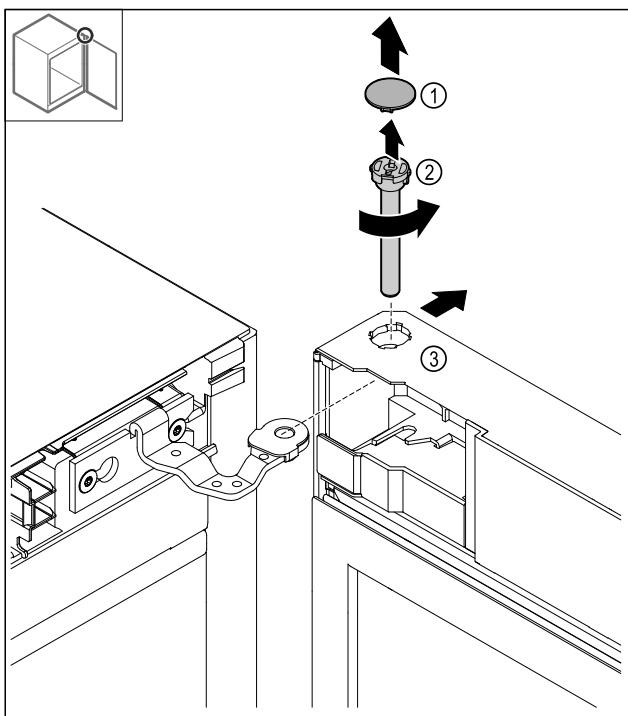

Fig. 18
- Αφαιρέστε το κάλυμμα Fig. 18 (1).
- Λύστε τον πείρο Fig. 18 (2) αριστερόστροφα και τραβήξτε τον έξω.
- Γείρετε ελαφρώς την πόρτα Fig. 18 (3).